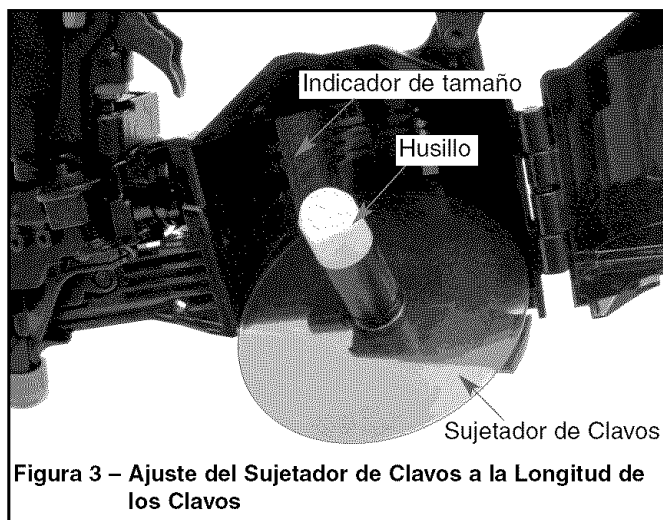

Figura 3 – Ajuste del Sujetador de Clavos a la Longitud de los Clavos
- El sujetador de clavos deberá estar ajustado a la misma longitud de los clavos que se utilizarán. Gire el husillo del sujetador de clavos y coloque éste hacia arriba o hacia abajo de manera que el borde del sujetador de clavos quede alineado con el indicador de tamaño correcto en la superficie interior del depósito. Gire el husillo para asegurar el sujetador de clavos en su posición (véase la Figura 3).